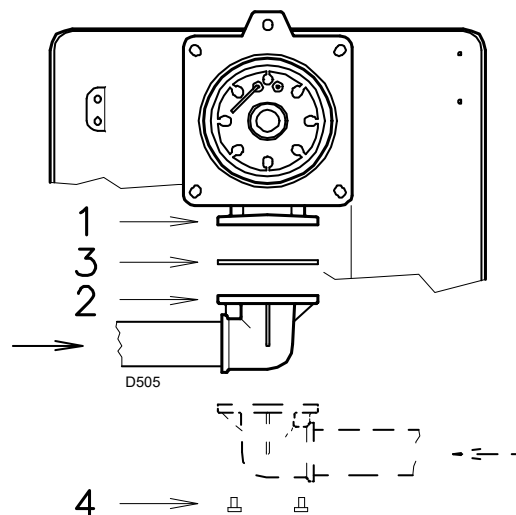

Fig. 18
- La rampe peut arriver par la droite ou par la gauche, au besoin, voir Fig. 18.
- La rampe gaz doit être reliée au raccord du gaz 1)(Fig. 18), par la bride 2), le joint 3) et les vis 4) fournis en standard avec le brûleur.